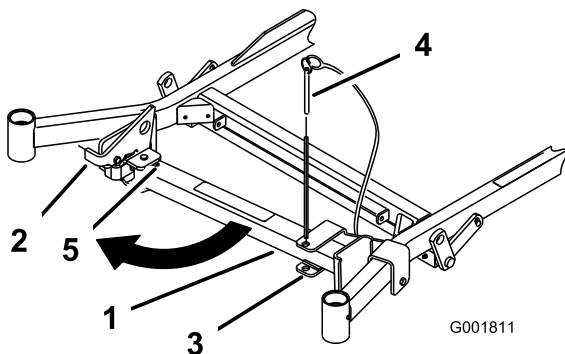
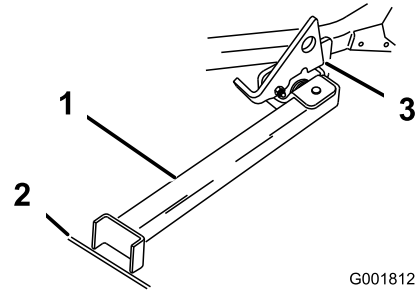

Figure 44
Figure 45
2. Retirez la goupille du support (Figure 44).
4. Dépliez le pied du support et poussez le support vers la machine en l'engageant dans le bas de la fente (Figure 44 et Figure 45).
5. Posez le pied du support sur le sol et appuyez le verrou sur la languette de pivot (Figure 45).
Remarque: Pour obtenir des résultats optimaux, placez le pied du support dans des fissures du trottoir ou dans la pelouse (Figure 45).
7. Conduisez la machine sur le support. Arrêtez-vous quand le verrou retombe sur la languette en position verrouillée (Figure 45).
5. Ramenez le support à sa position de repos (Figure 44).